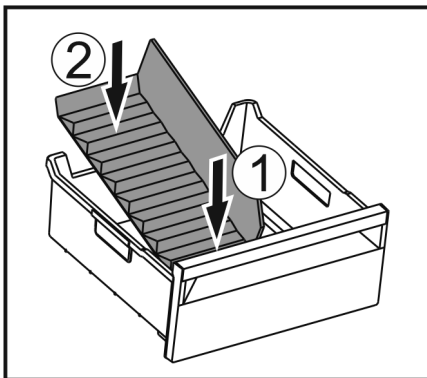

Fig. 139
- ▶ Colocar la parte delantera del separador del compartimento para hielo. Fig. 139 (1)
- ▶ Bajar la parte trasera del separador del compartimento para hielo hasta el fondo del cajón. Fig. 139 (2)